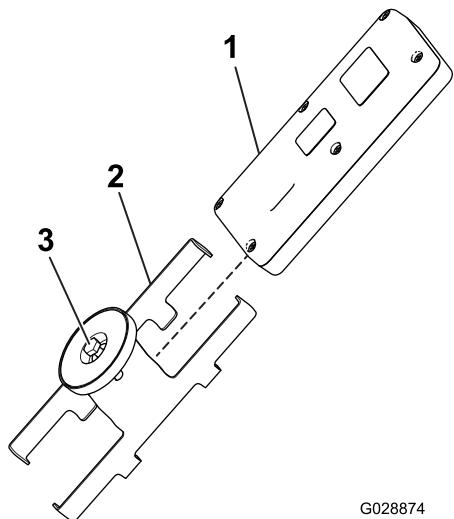

Рисунок 13
5. Установите ручной пульт дистанционного управления в магнитный кронштейн пульта, соедините половинки корпуса для закрепления пульта и затяните болт в магните (Рисунок 13).